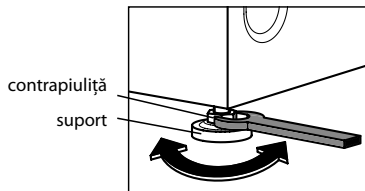

Figura 5
**3.2.2** Așezați mașina după nivel strict orizontal, deșurubând sau răsucind, în primul rând, suporturile reglabile din față, în conformitate cu Figura 5: slăbiți cu cheia pentru piulițe contrapiulițele de pe suporturi, reglați înălțimea suporturilor, strângeți contrapiulițele. Instalarea incorectă a mașinii după nivel sau strângerea insuficientă a contrapiulițelor ulterior poate fi o sursă de vibrație și de zgomot sporit în timpul funcționării mașinii.